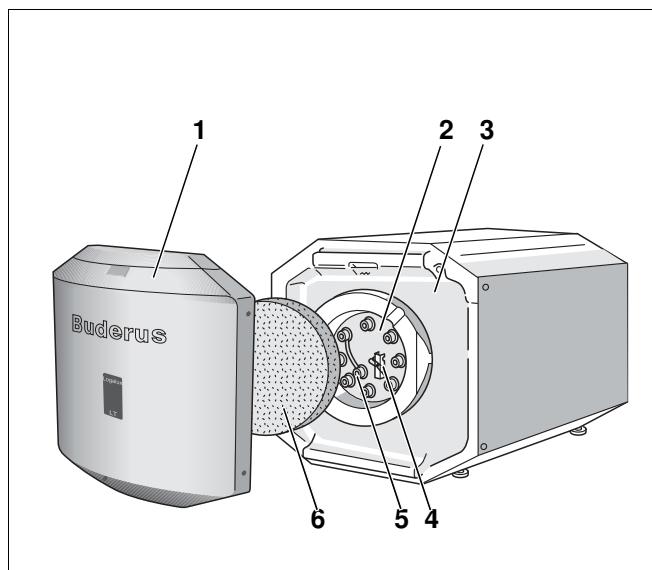

Рис. 1 Баки-водонагреватели Logalux LT135/1 – LT300/1
Коррозионная защита состоит из гигиенической термоглазури DUOCLEAN MKT и дополнительно из катодной защиты в виде магниевого анода (рис. 1, **поз. 5**), доступной через крышку люка (рис. 1, **поз. 2**).
- Крышка люка (рис. 1, **поз. 2**) для проведения техобслуживания и чистки.
- Теплоизоляция (рис. 1, **поз. 3**)
Теплоизоляция из не содержащего вредных веществ полиуретанового пенопласта нанесена непосредственно на бак. Теплоизоляционный элемент (рис. 1, **поз. 6**) из пеноматериала уменьшает теплопотери через крышку люка.
- Накладной температурный датчик (рис. 1, **поз. 4**)